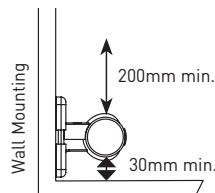

Fig.4
- Zorg voor de minimale vrije ruimte onder en boven de kachel zoals in [Fig. 4] is getoond.